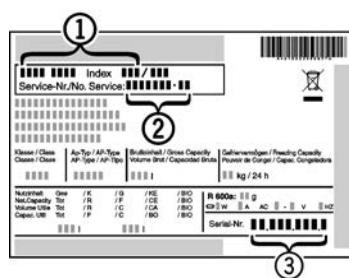

Fig. 24
► Наименование устройства *Fig. 24 (1)*, сервисный № *Fig. 24 (2)* и серийный № *Fig. 24 (3)* считайте с заводской таблички. Заводская табличка находится внутри устройства слева.
► Обратитесь в сервисную службу и сообщите вид неисправности, наименование устройства *Fig. 24 (1)*, сервисный № *Fig. 24 (2)* и серийный № *Fig. 24 (3)*.